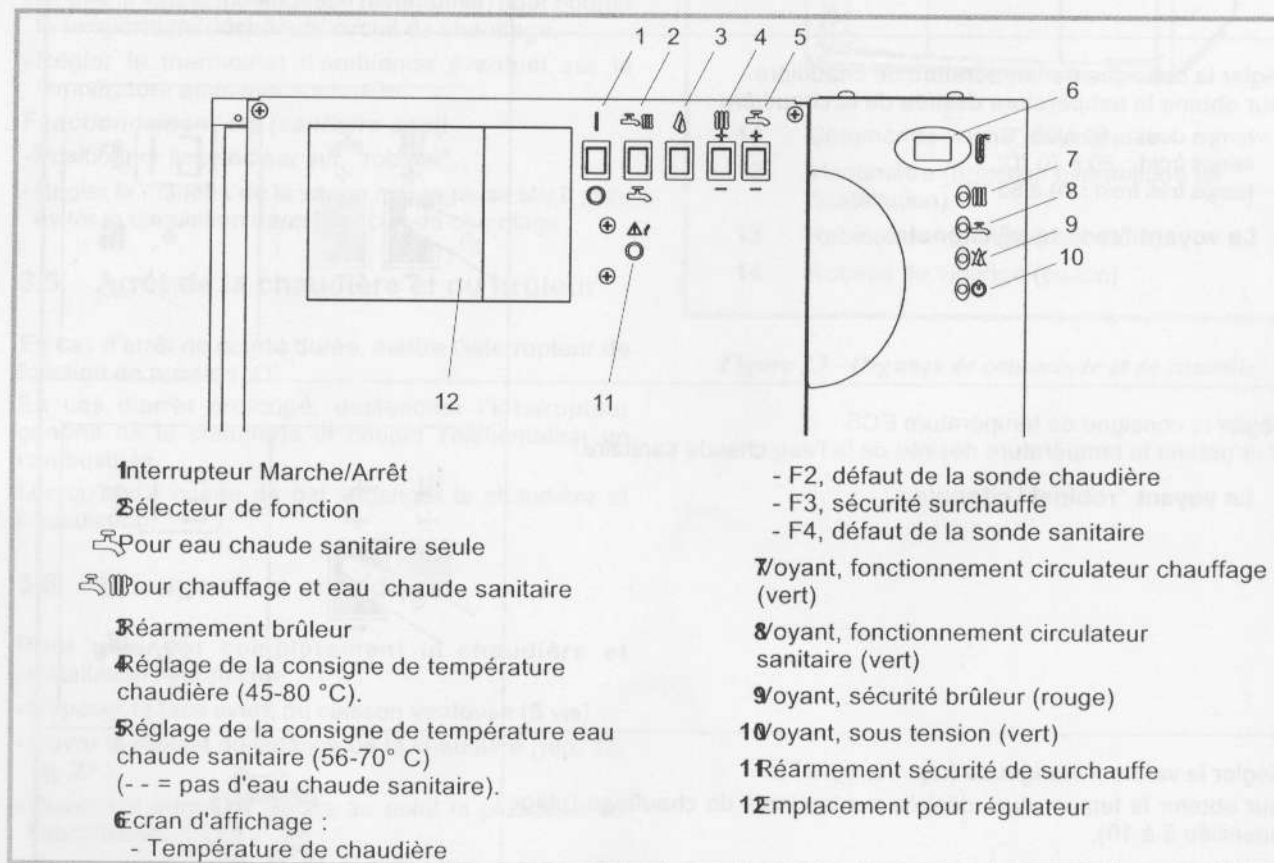

Figure 26 - Tableau de contrôle
<ul style="list-style-type: none"> <li>• Positionner le sélecteur (rep. 2, fig. 26) sur la fonction désirée :</li> </ul>
- Dévisser le bouton (rep. 11, fig. 26) et réarmer lorsque la température de l'eau sera redevenue normale.
Le voyant "sécurité brûleur" (rep. 9, fig. 26) est allumé.
- Appuyer sur le poussoir (rep. 3, fig. 26) pour réarmer le brûleur.